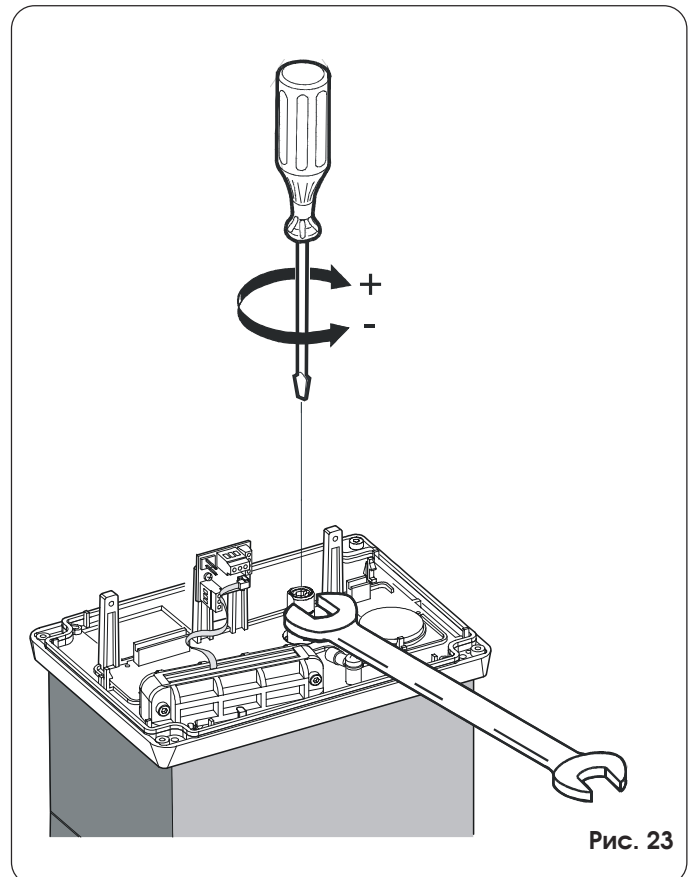

Рис. 23
- 2) Удерживая вал электродвигателя гаечным ключом, поворачивайте регулировочный винт муфты с помощью торцевого ключа или отвертки (см. рис. 23). Для увеличения вращающего момента поворачивайте винт по часовой стрелке.